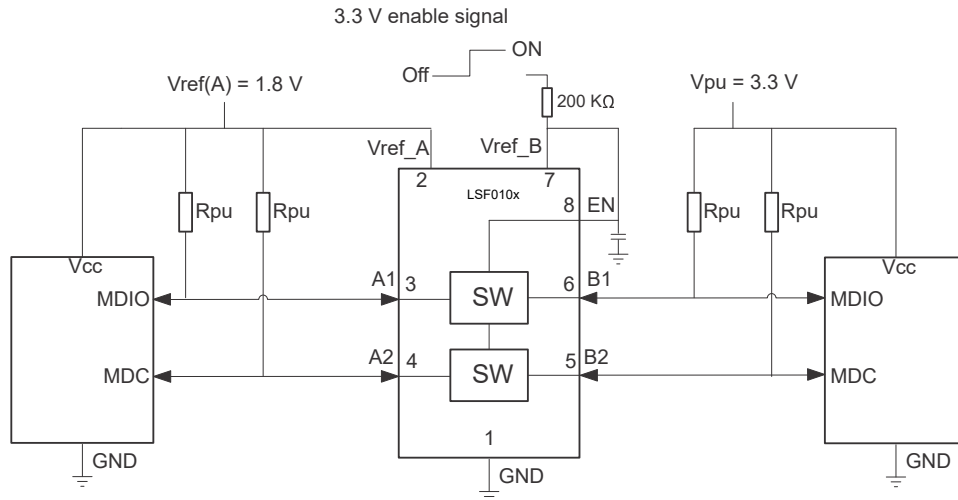

图 9-1. 用于开漏转换的典型应用电路 (以 MDIO 为例)
- $V_{CCB}/V_{CCA}$  与  $V_{ref\_B}$  或  $V_{ref\_A}$  不同： $V_{CCB}$  是指提供给 LSF 器件的 B 侧电源电压，而  $V_{ref\_B}$  是指 200k 电阻器另一侧的  $V_{ref\_B}$  引脚（图 9-1 的引脚 7）处的电压。